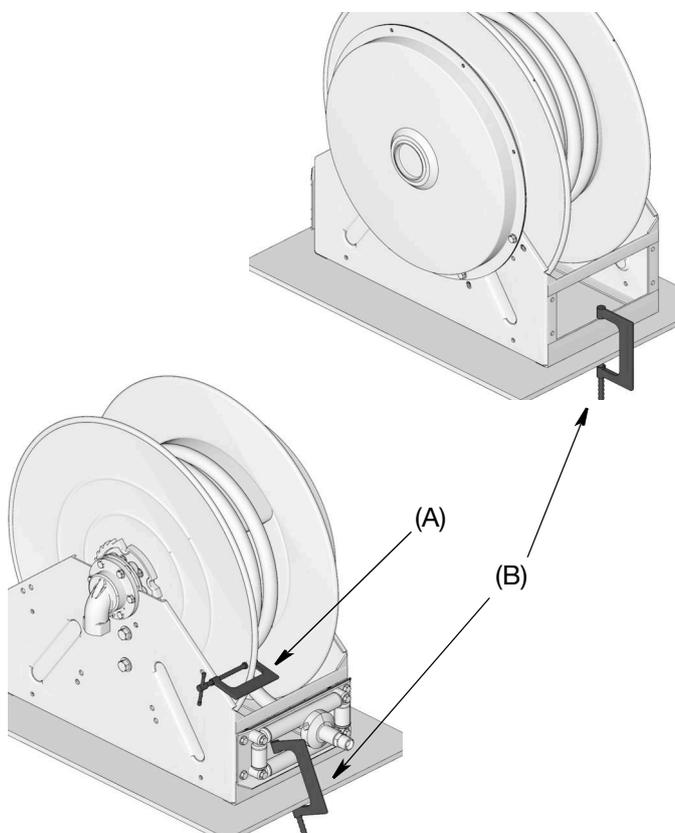

ABB. 22
3. Überkopf- oder wandmontierte Schlauchaufroller müssen außer Betrieb genommen und auf einer flachen Oberfläche gesichert werden (B), bevor die Ausrichtung des Einlasses geändert wird (ABB. 22).
5. Die Abzugssperre verriegeln. Eine Schraubzwinde (A) wie in ABB. 22 dargestellt, fest anbringen, um zu verhindern, dass sich der Aufroller unbeabsichtigt dreht.